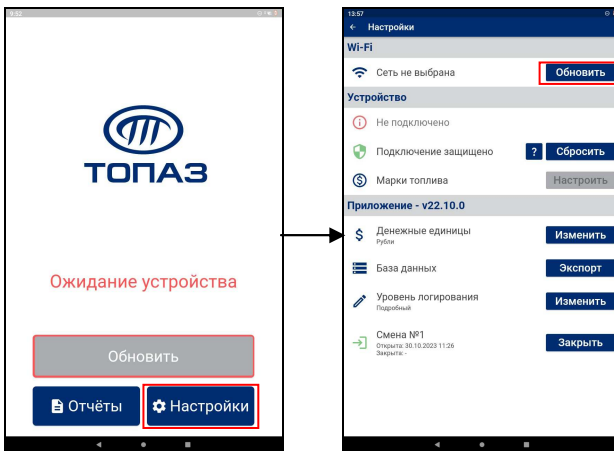

Рисунок 2
3.3 Запустить мобильное приложение "Топаз-ПДУ". На появившемся экране нажать кнопку "Настройки" (рисунок 2). В настройках Wi-Fi выбрать "Обновить".